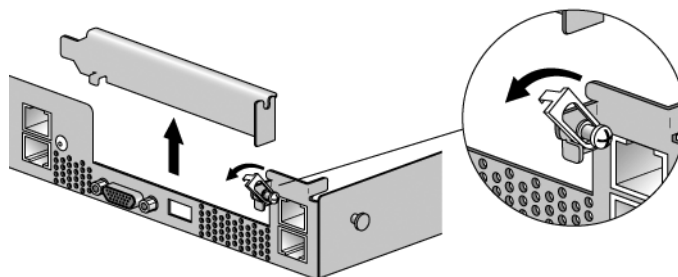

図 3-5 PCI カードスロットカバー
3. PCI カードスロットカバーを引き出します (図 3-5 を参照)。
7. カードラッチを上方向に回転させて、PCI カードの留め具にはまるまで下にスライドさせます。ねじを締めてラッチを固定します (図 3-5 を参照)。